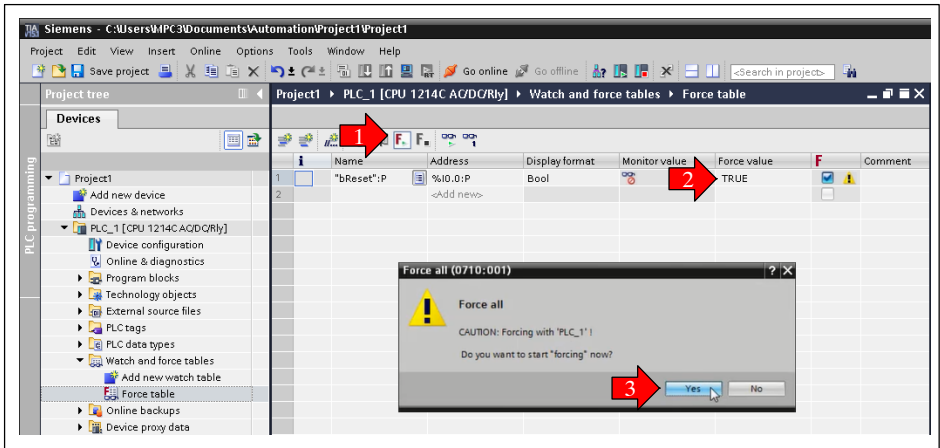

Fig. 4.19 Écrire le nom de la pièce
- Passez à la **Force table** (Fig. 4.19), pour envoyer le nouveau nom au MP85A.
- Dans la colonne **Force value**, faites passer la valeur à **TRUE** et confirmez la question de sécurité (Fig. 4.19).